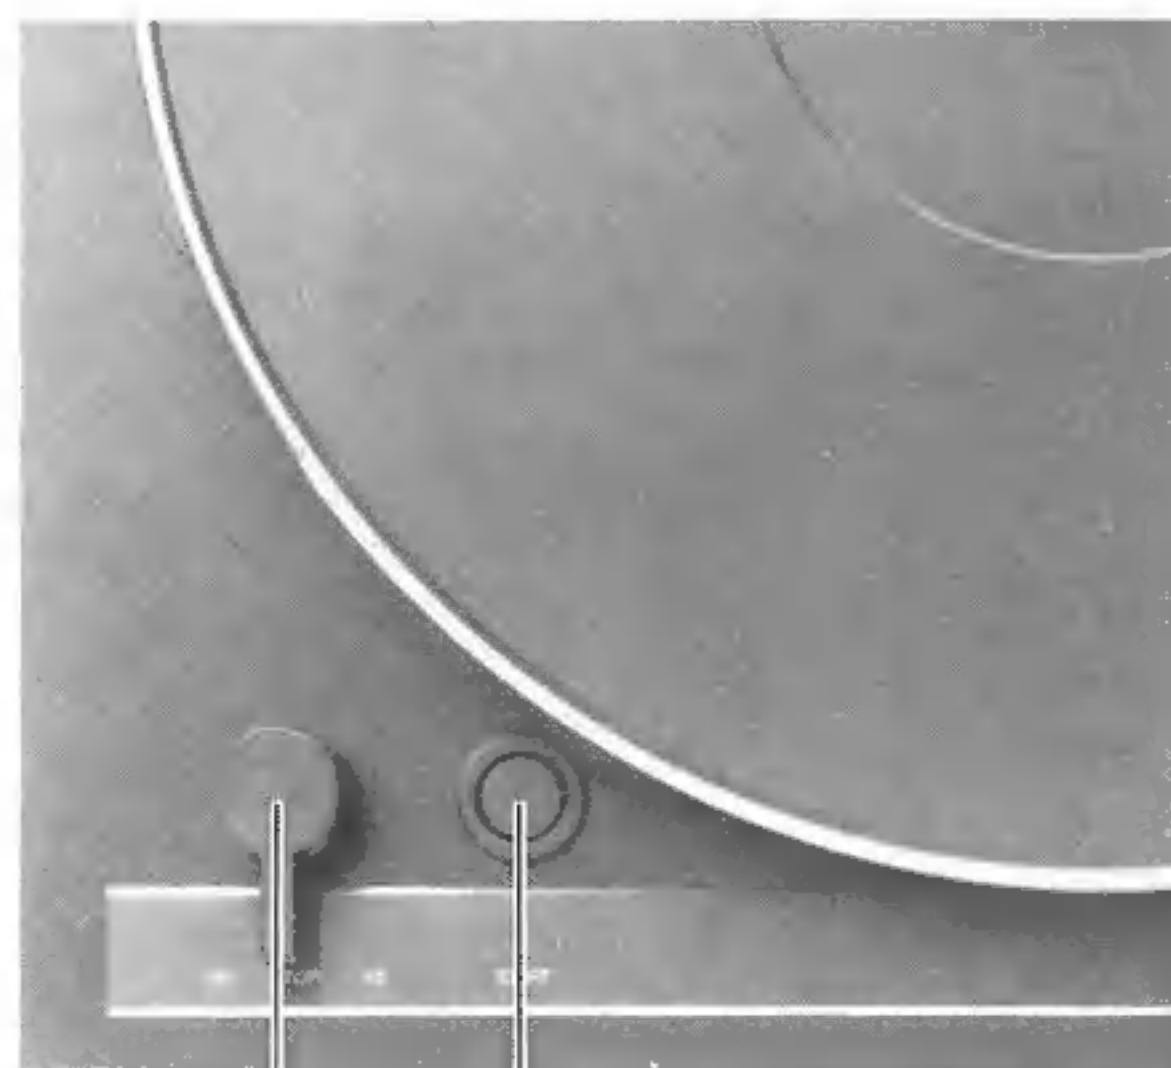

Fig. 5
Stellen Sie zunächst den Schalter ① (Fig. 5) auf 33 oder 45.
Schalten Sie mit der Taste START ② (Fig. 5) den Plattenspieler ein.